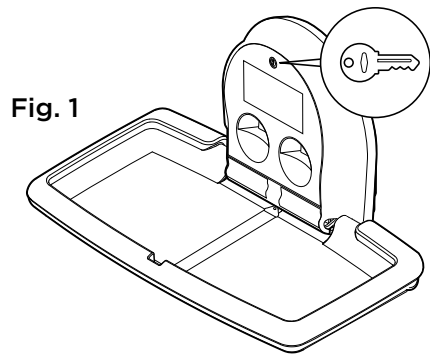

Fig. 1
- À l'aide de la clé universelle Bobrick (fournie), déverrouillez et ouvrez le couvercle du distributeur d'alaises. **Fig. 1** Les trous de montage du distributeur d'alaises sont maintenant exposés. Retirez les alaises éventuellement présentes dans les cavités.